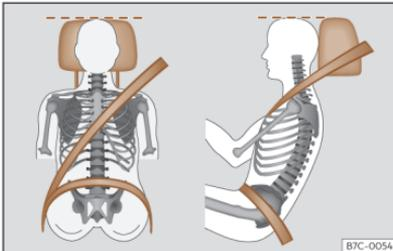

Abb. 18 Richtiger Gurtbandverlauf und richtige Kopfstützeinstellung.
- Kopfstütze so einstellen, dass die Oberkante der Kopfstütze sich möglichst auf einer Linie mit dem oberen Teil des Kopfs – jedoch nicht niedriger als Augenhöhe – befindet¹⁾. Den Hinterkopf so nah wie möglich an der Kopfstütze positionieren >>> **(Abb. 18)**.
- Fahrersitz in Längsrichtung so einstellen, dass die Pedale mit leicht angewinkelten Beinen durchgetreten werden können und der Abstand zur Instrumententafel im Kniebereich mindestens 10 cm (4 Zoll) beträgt >>> **(Abb. 18)**.